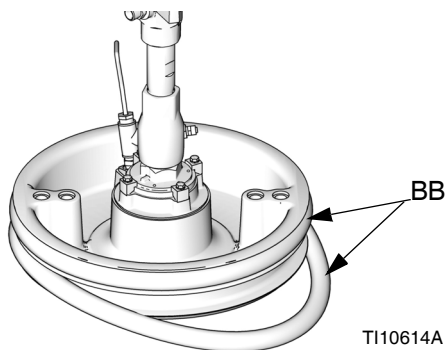

FIG. 42
1. Con una herramienta de madera o plástico para evitar dañar el rascador (BB), limpie todo el material de las ranuras de la junta.
2. *Trabajando desde abajo*, incline un rascador (BB) sobre la parte trasera del plato (D). Vea la FIG. 42.
3. Inserte el rascador (BB) en la ranura superior y haga pasar la parte delantera del rascador por la ranura.
4. Si se utiliza un plato de 200 l (55 gal.), inserte el segundo rascador (BB) en la ranura inferior y haga pasar la parte delantera del rascador por la ranura.